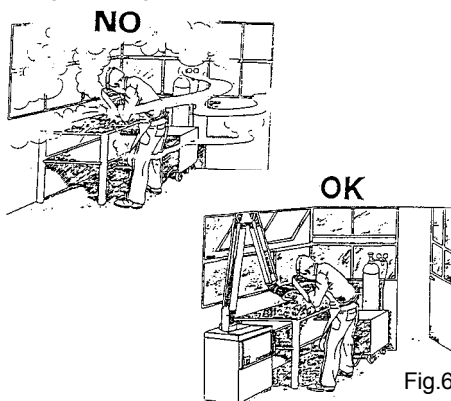

Fig.6
• Les émanations de gaz insalubres ou dangereux pour la santé des travailleurs doivent être captées (au fur et à mesure qu'ils sont produits) le plus près et efficacement possible de la source d'émission, de sorte que les concentrations de polluants ne dépassent pas les limites autorisées par la réglementation locale en vigueur (Fig. 6).